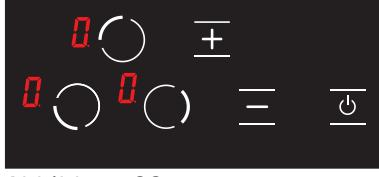

Abbildung 23
3. Auf dem gesamten Bildschirm erscheint das Symbol **D**. (siehe Abb. 23) Wenn eine heiße Kochplatte vorhanden ist, werden die Symbole **D** und **H** abwechselnd auf dem Bildschirm angezeigt.